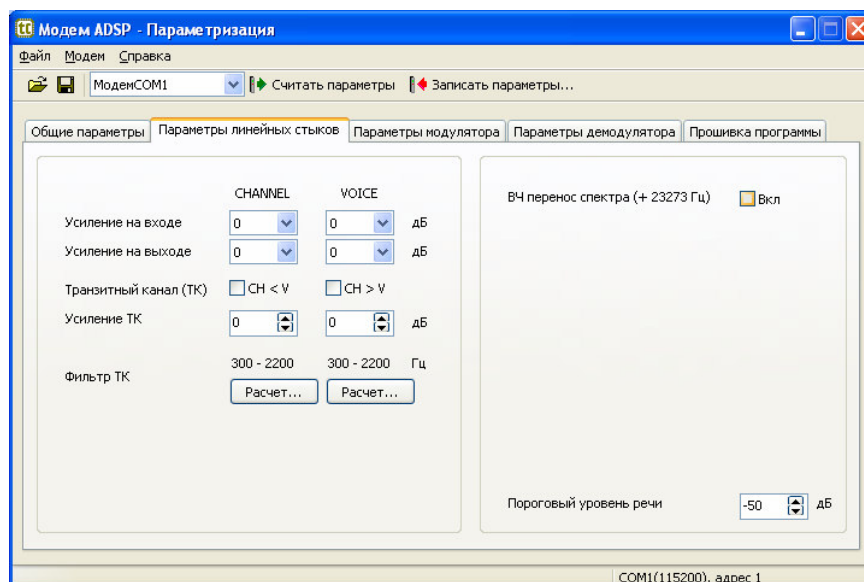

Рисунок 27 – Окно настройки параметров модема
- «Пороговый уровень речи» - 50 дБ (рисунок 27).